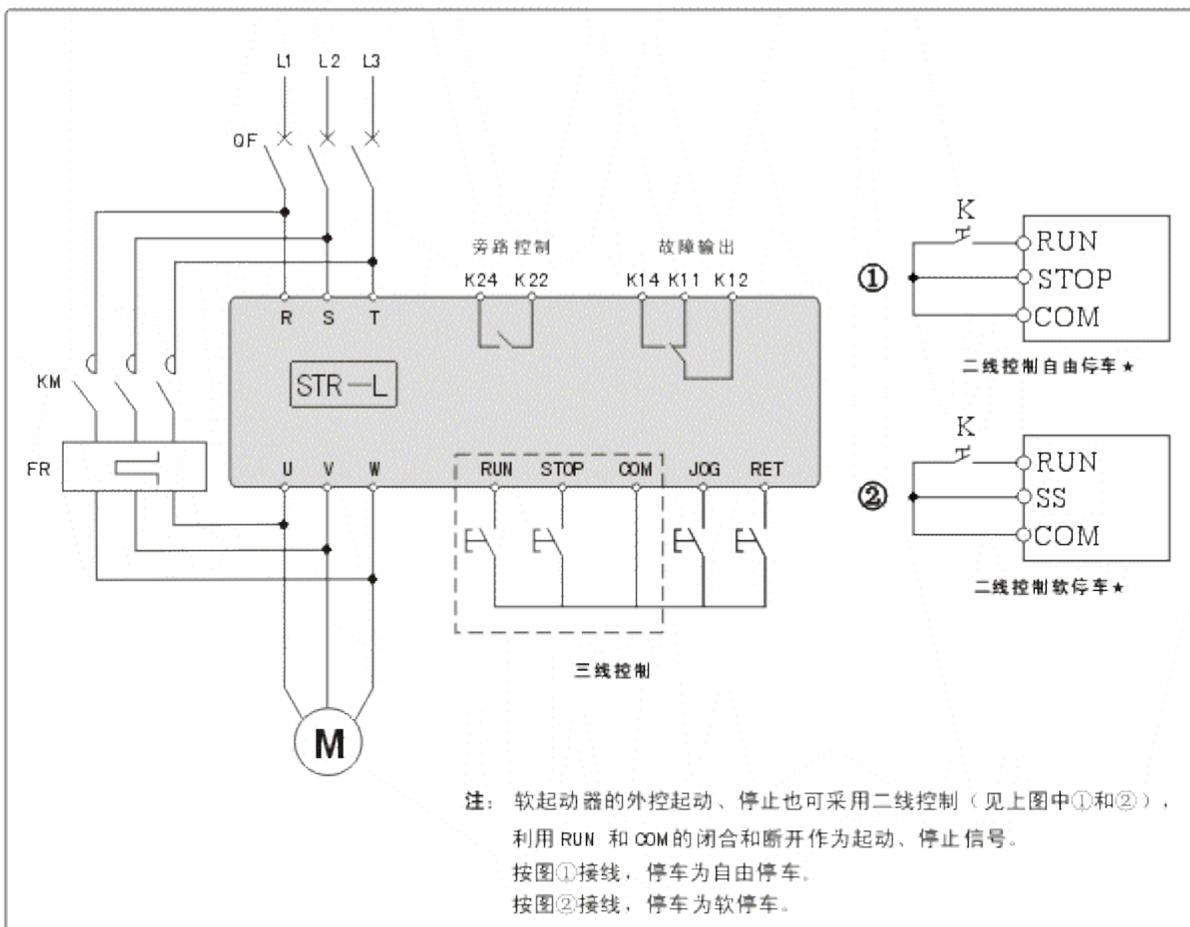

图 5-2
- ▶ STR系列L型软起动器在起动完成后无在线运行功能，因此使用时必须配接旁路接触器KM，详见图5-2。
- ▶ STR系列L型软起动器在起动完成并旁路接触器投入运行后，仅具备输入电压缺相保护功能，所以在使用时，电机侧必须加装热继电器FR或电机综合保护器来实现对电机的保护，详见图5-2。
- ▶ STR系列L型软起动器外部起动、停车控制有两种接线方式，即三线控制接线和两线控制接线，详见图5-2。
③ 通过SS端子可实现软停车功能（详见图5-2），软停车时间用户不可调整。
④ 表示外控有两种接线方式，详见基本接线图5-2。
（详见第8页图5-2），键盘起动（ 键）和停止（ 键）无效。